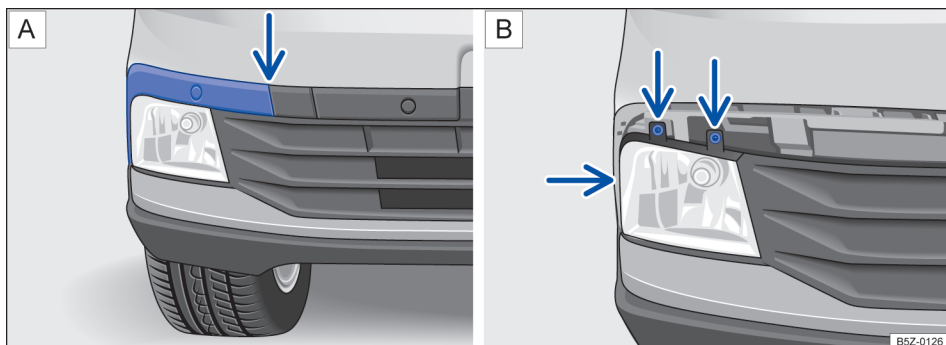

Fig. 121 No para-choque dianteiro: (A) desinstalar a moldura do farol de neblina e (B) retirar os parafusos do farol de neblina.
Desencaixar a moldura, cuidadosamente → ⓘ, primeiramente pelo local indicado pela seta → Fig. 121 A. Remover completamente para acessar os parafusos do farol de neblina.
4. Retirar os parafusos indicados pelas setas → Fig. 121 B.
14. Recolocar os parafusos indicados pelas setas → Fig. 121 **B** para fixar o farol de neblina.
15. Recolocar a moldura da esquerda para a direita → Fig. 121 **A**.